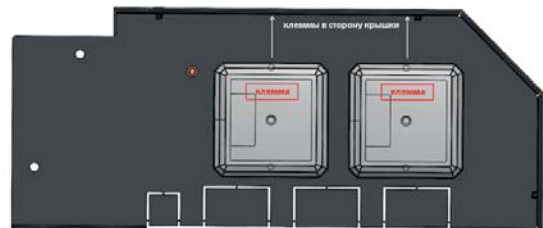

Рисунок 2
2.1 Изделие поставляется в собранном виде. В исполнении 02 для приборов Sonar SPM-XXXXXX-AW, изоляторы шлейфа установлены на боковую стенку кожуха при помощи шайб и гаек М4 (рисунок 2).